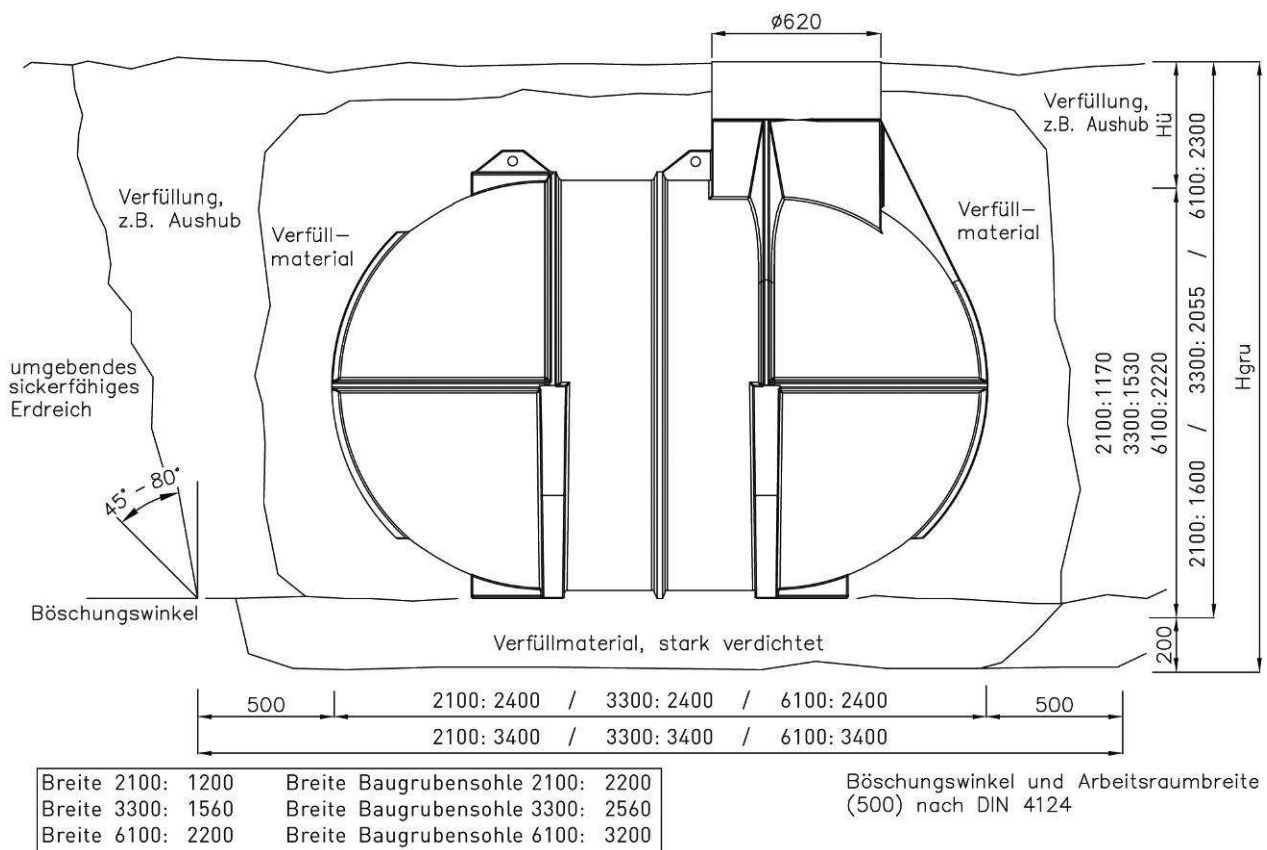

Abbildung 2: Einbaugrößen
* bezogen auf den Behälterscheitel ohne Dom (⇒ siehe Abbildung 2)